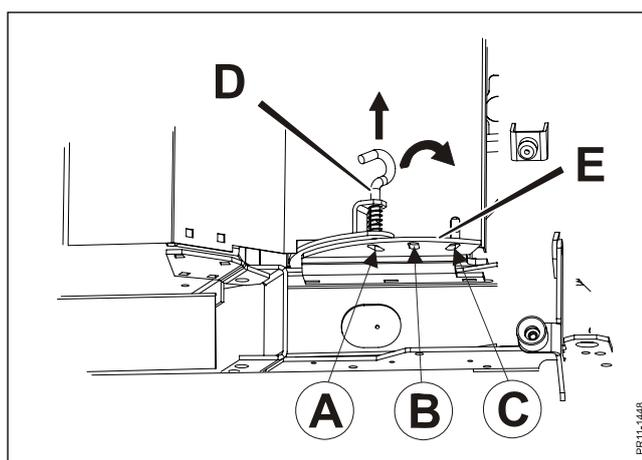

Рис. 3-13
Рис. 3-13 Изменять данное расстояние можно устанавливая рычаг **D** устанавливается в различные положения на консоле **E**. Рычаг **D** установлен в положение (A) - расстояние между платиной и плющильными пальцами минимальное. Рычаг **D** установлен в положение (B) – расстояние среднее. Рычаг **D** установлен в положение (C) – расстояние максимальное.